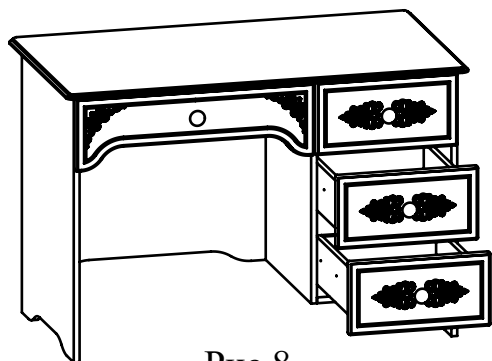

Рис.8
10. Установите ящики в корпус стола (Рис. 8).